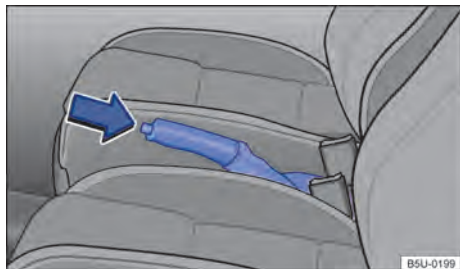

Fig. 88 Entre los asientos delanteros: palanca del freno de estacionamiento.
- Tirar de la palanca del freno de mano hacia arriba con la tecla de bloqueo presionada → **fig. 88** (flecha).
- Tirar de la palanca del freno de mano un poco hacia arriba y presionar la tecla de bloqueo → **fig. 88** (flecha).